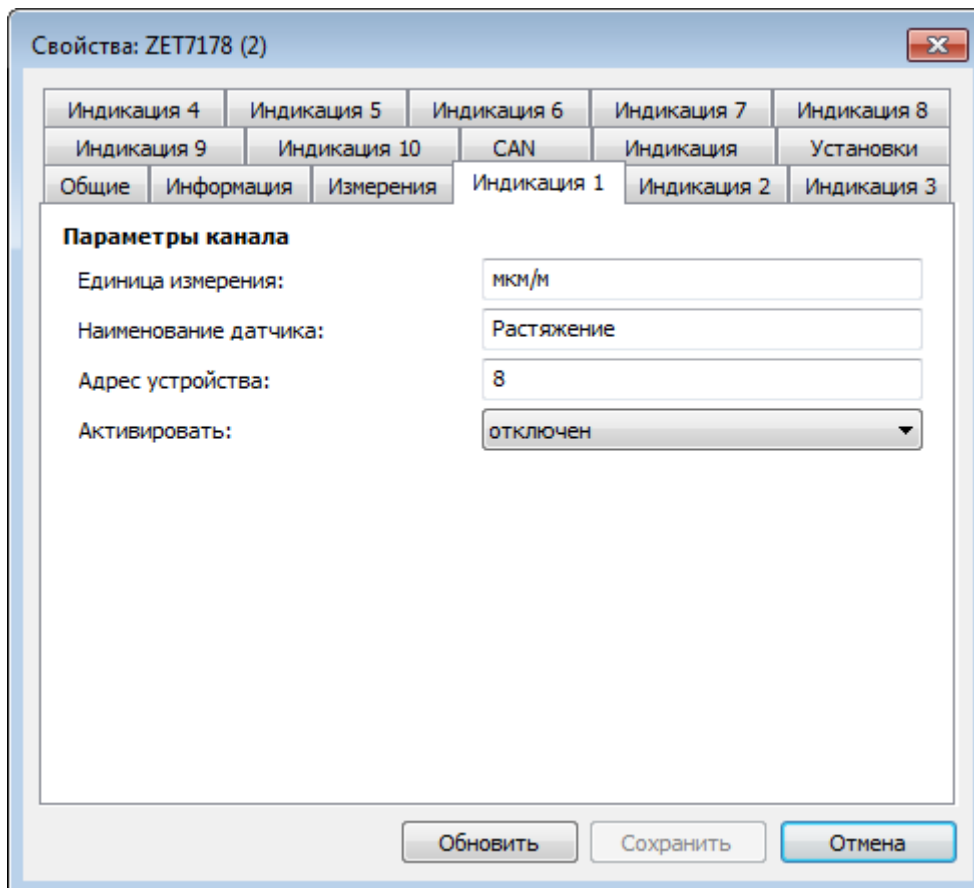

Рис. 4.3 Вкладки «Индикация 1» – «Индикация 10»
На Рис. 4.3 приведен пример вкладок «Индикация 1» – «Индикация 10».
1. Зайти в любую незадействованную вкладку «Индикация 1» - «Индикация 10» (Рис. 4.3), расположенную в меню «Свойства» цифрового индикатора ZET 7178.